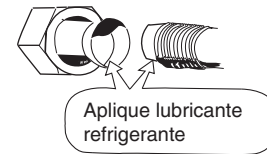

Fig. 5-4
- (1) Aplique una tapa de sellado o cinta impermeable para evitar la entrada de polvo o de agua en los tubos antes de su utilización.
- (2) Asegúrese de aplicar lubricante refrigerante (aceite etílico) a la superficie del abocardado antes de realizar las conexiones de los tubos. Tenga cuidado de no aplicar aceite a la superficie del tornillo. Esto resulta eficaz para reducir las fugas de gas. (Fig. 5-4)